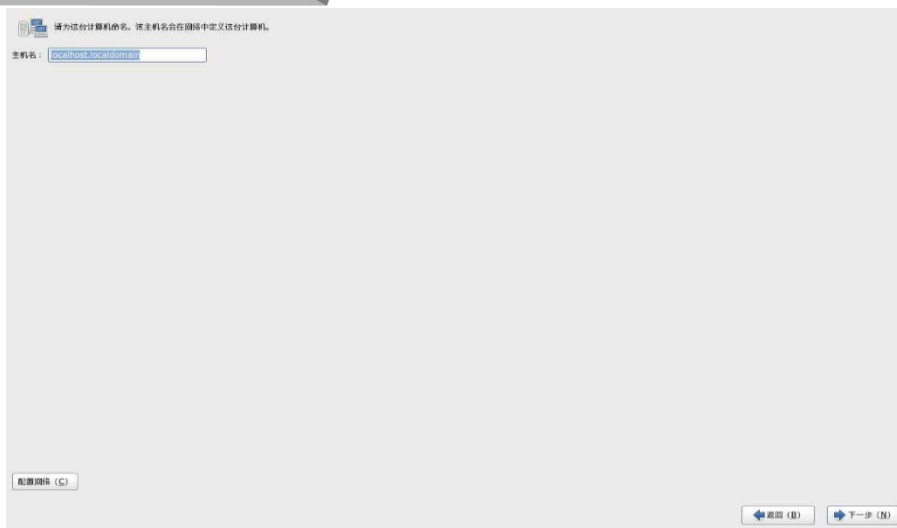

图 6-26
h. 这里我们选择基本存储设备，单击下一步，进行主机名车设置，我们以默认值进行设置，此处名称可根据需求进行设置。如图 6-26 所示。